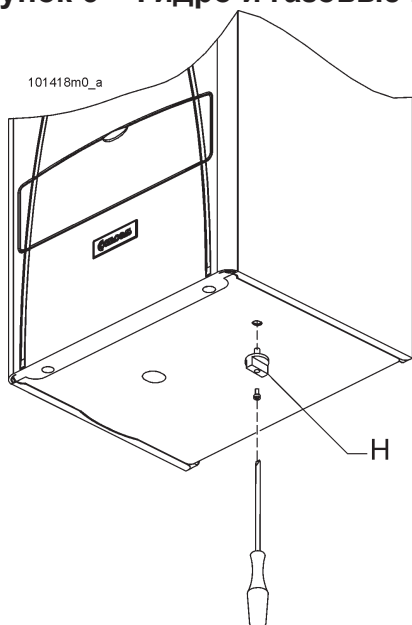

Рисунок 7 - Монтаж рукоятки крана слива из системы
На момент установки необходимо монтировать рукоятку (H) крана слива из системы. см. рис. 7